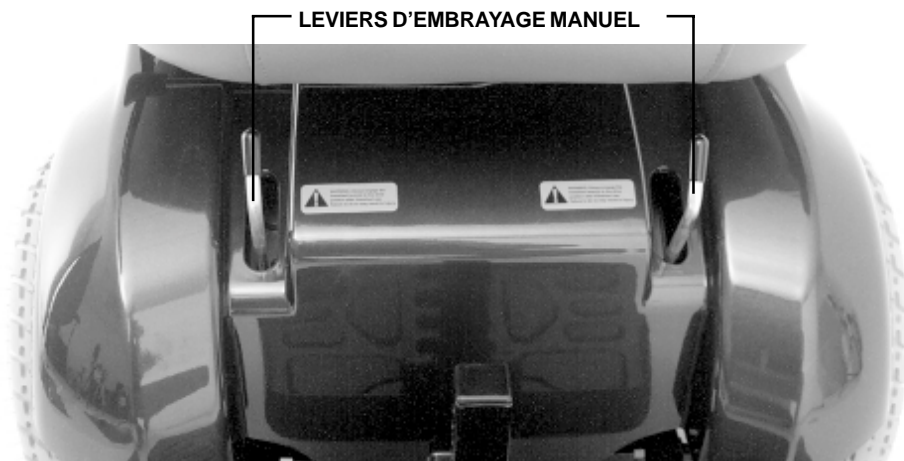

Figure 8. Moteurs embrayés
1. Localisez les deux (2) leviers d'embrayage situés sur le capot sur le devant du Jet 3.
2. Tournez les leviers vers l'extérieur pour embrayer les moteurs. Voir la figure 8.
1. Mettez le contact et réglez le bouton de vitesse/sensibilité au minimum. Voir la figure 8.